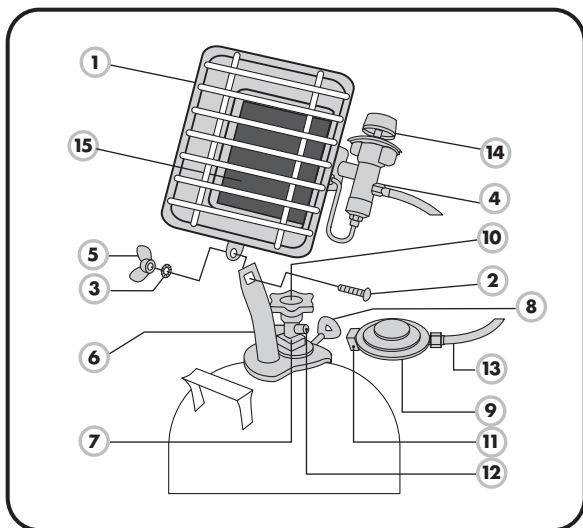

Abb. 1: Montage des Gas-Heizstrahlers
1. Montieren Sie den Heizstrahler (1) mit beigelegter Schraube (2), Zahn-Scheibe (3) und Flügelmutter (5) an die Flaschenhalterung (6) wie in Abb. 1 dargestellt.
Achten Sie bei der Montage des Heizstrahlers an die Flaschenhalterung unbedingt darauf, dass die Klemmschraube (8) in Richtung Geräterückseite zeigt (siehe Abb. 1). Nur so kann der Strahler ausschließlich in die zulässige Winkelposition gebracht werden.
2. Setzen Sie den Flaschenhalter (6) so auf den Flaschenhals der Gasflasche auf, dass die Kanten der Aussparung und die Klemmschraube in die Nut des Flaschenhalses (7) eingreifen.
3. Achten Sie vor dem Festschrauben der Klemmschraube (8) auf die richtige Positionierung des montierten Strahlers. Die richtige Positionierung ist erreicht, wenn der Gasventileingang (4) des Heizstrahlers und der Ausgang des Flaschenventils (12) in die gleiche Richtung zeigen.